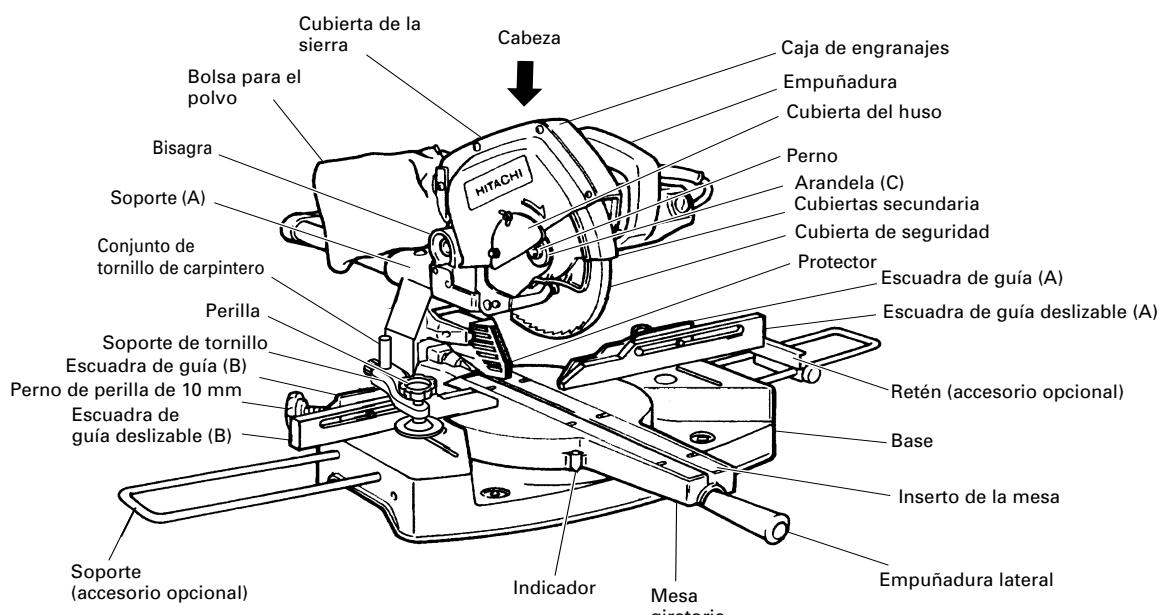

Fig. 1
- ① Soporte de extensión y retén (Fig. 1) (Núm. de código: 998866)
- ② Conjunto del protector (A) (Ajustable) (Núm. de código: 998984)
- ③ Hoja de sierra de 216 mm (8-1/2"), hoja de sierra TCT (Núm. total de dientes: 36) (Núm. de código: 998860)
- ④ Hoja de sierra de 216 mm (8-1/2"), hoja de sierra TCT (Núm. total de dientes: 60) (Núm. de código: 998862)
- ⑤ Hoja de sierra de 216 mm (8-1/2"), hoja de sierra TCT para aluminio (Núm. total de dientes: 60) (Núm. de código 998864)
Cuando la herramienta eléctrica esté preparada para transportarse, sus partes principales estarán aseguradas mediante el pasador de bloqueo. Mueva ligeramente la empuñadura (consulte la Fig. 1) de forma que el pasador de bloqueo pueda desenganchar y ajustarse como se indica en la Fig. 6-b.
NOTA: Si baja ligeramente la empuñadura (consulte la Fig. 1), podrá desenganchar el pasador de bloqueo de forma más fácil y segura.
Fije la bolsa para el polvo, el soporte, el retén y el conjunto de tornillo de carpintero, la escuadra de guía deslizable (A), y la escuadra de guía deslizable (B) como se indica en la Fig. 1.